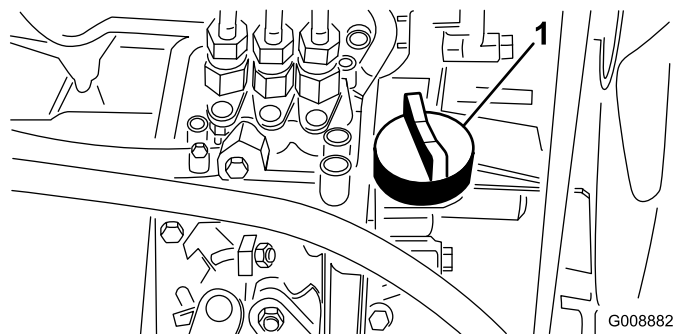

図 60
4. オイルの量が不足している場合は、補給口のキャップ **図 60** を取り、ディップスティックで油量を確認しながら少しずつ、FULL マークまで補給する。